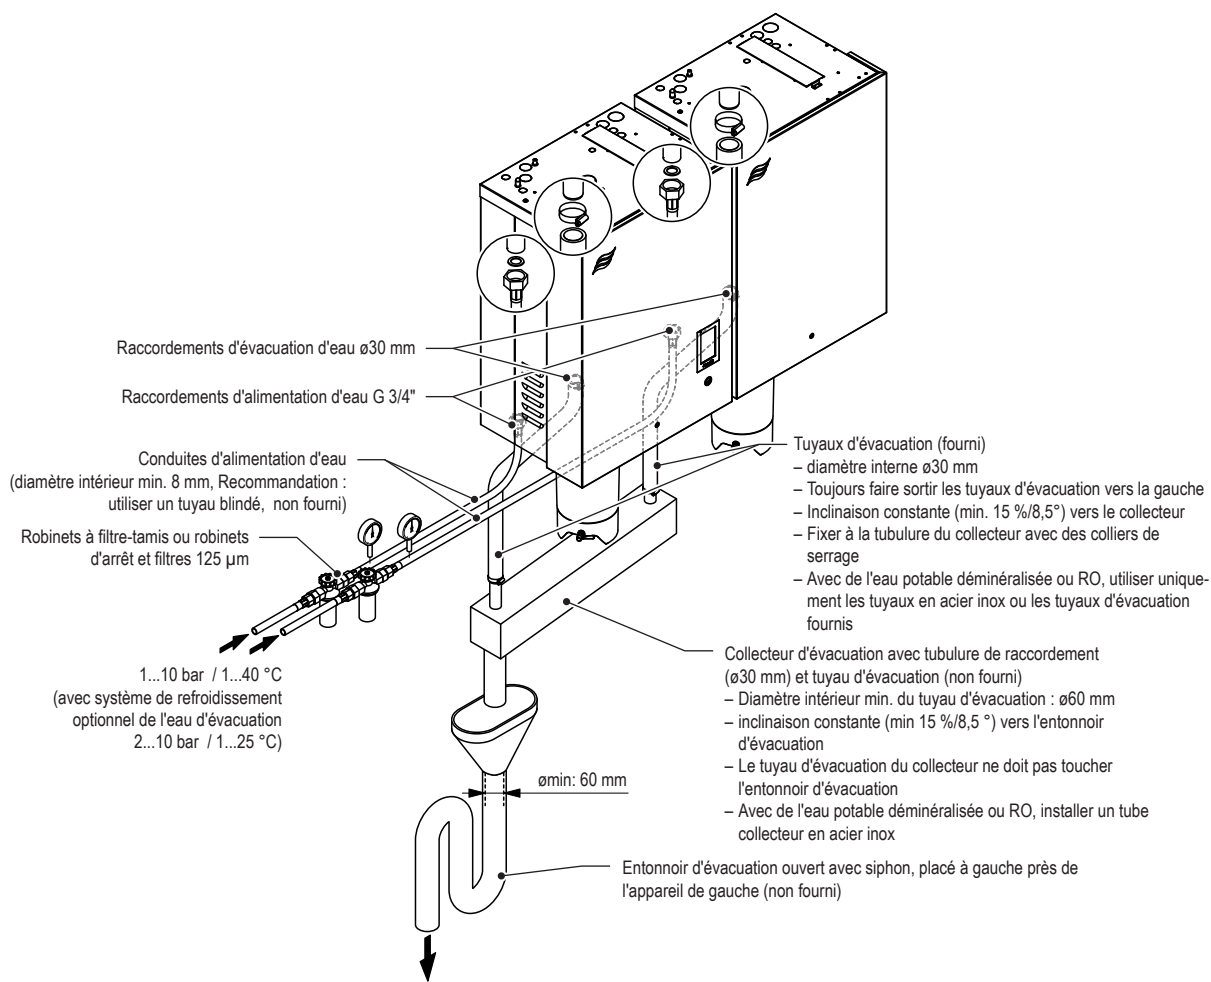

Fig. 24: Aperçu de l'installation hydraulique pour appareils doubles Moyens ("M")
- Sur les appareils doubles, raccorder les tuyaux d'évacuation sur un tube collecteur à l'aide de colliers de serrage en suivant une inclinaison constante (min. 15 %/8,5°) et diriger l'écoulement du tube collecteur dans un entonnoir d'évacuation en suivant également une inclinaison constante (min. 15 %/8,5°) (voir Fig. 24). L'entonnoir d'évacuation doit être placé à gauche, à côté de l'humidificateur d'air à vapeur, afin d'éviter des dommages de vapeur sur l'appareil.